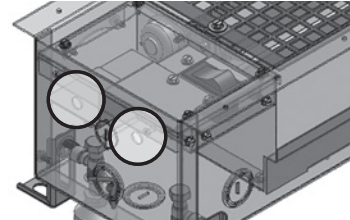

Figure 11D: Points de connexion modulaires
14. Après le câblage, utilisez du ruban isolant pour couvrir et sceller les trous d'accès de la boîte de jonction. Voir figure 11D.
19. Retirez la grille, ajustez les pieds coulissants et les serre-fils. Voir figure 11D.